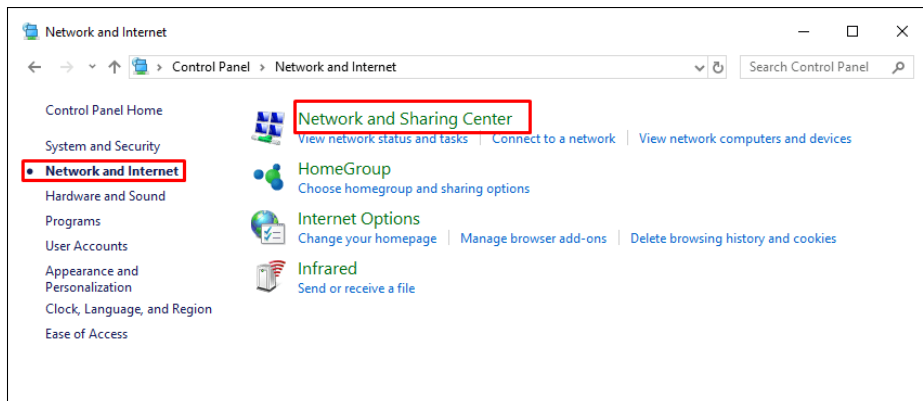

Figura A.2: Página de rede e internet
Passo 2 Clique na opção “Rede e Internet” (Figura A.2).